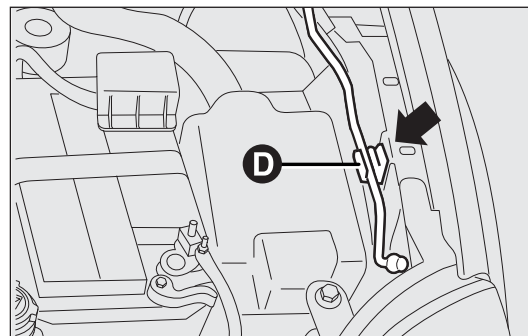
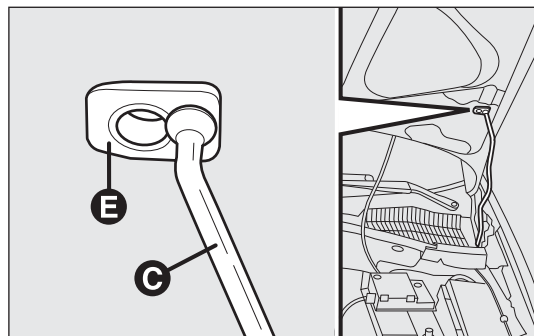

fig. 102
fig. 103
- ☐ levante el capó y, al mismo tiempo, suelte la varilla de sujeción D-fig. 102 de su dispositivo de bloqueo, a continuación, introduzca el extremo C-fig. 103 de la varilla en el alojamiento E del capó.
- ☐ mantenga levantado el capó con una mano y con la otra retire la varilla C-fig. 103 del alojamiento E y vuelva a introducirla en el dispositivo de bloqueo D-fig. 102;